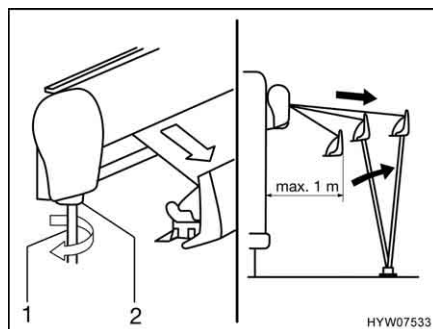

Fig. 37 Estrazione della tenda
- Inserire la manovella (Fig. 37,1) nel supporto a baionetta (Fig. 37,2) della tenda e girarla in senso antiorario. La tenda si apre dopo un paio di rotazioni.